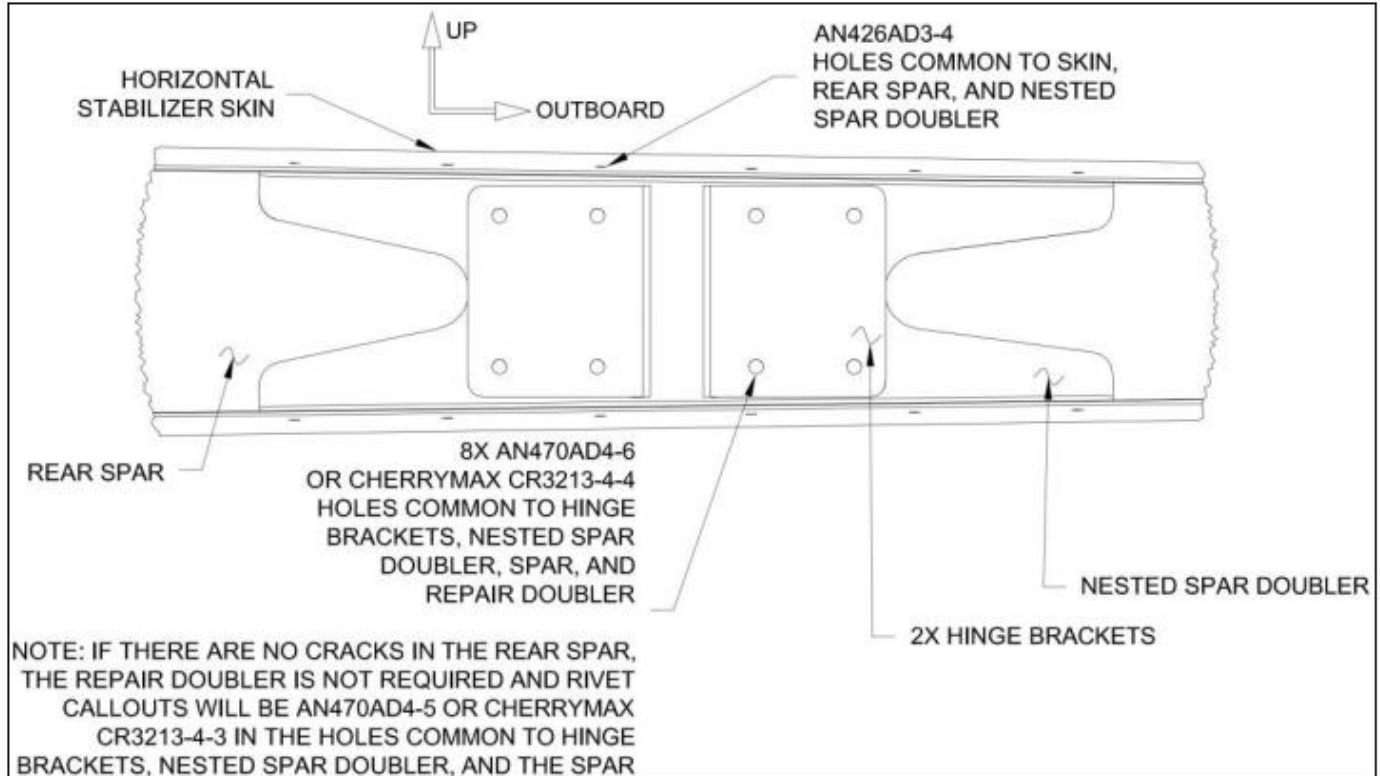

Figura 5 - Indicações de Rebites e Vista posterior da Longarina Traseira
Passo 20 (RV-4): Deslize a HS-00416 Nested Spar Doubler Blank na longarina para produzir um encaixe apertado e fornecer material suficiente para atender às diretrizes das Figuras 10 e 12. Consulte a Figura 5 para ver um exemplo de instalação final.
Passo 21 (RV-4): Faça uma furação correspondente nos orifícios comuns à cobertura e longarina traseira no encaixe do reforço da longarina. O reforço deve capturar pelo menos seis rebites da cobertura e da longarina traseira em cada aba do reforço. Consulte a Figura 5 para ver um exemplo de instalação.
Passo 31 (RV-6): Prenda o HS-00716B Nested Spar Doubler na posição apropriada, centralizado no padrão de furos dos suportes da dobradiça. Consulte a Figura 5 para um exemplo de instalação.
Passo 32 (RV-6): Faça a furação correspondente em comum entre a cobertura e a longarina da cauda no reforço da longarina encaixada. O reforço deve capturar pelo menos seis rebites da cobertura e da longarina em cada aba do reforço. Veja a Figura 5 para um exemplo de instalação.
Passo 43 (RV-6PP/7/8): Prender com Cleco os suportes de dobradiça externos do elevador do tipo "HS-00717A Outboard Elevator Hinge Brackets" à longarina traseira e furar os orifícios comuns à longarina traseira, chapa de reforço do tipo "HS-00716A Nested Spar Doubler" e chapa de reforço do tipo "HS-00718A Repair Doubler" (se necessário). Consulte a Figura 5.
Passo 49: Prenda os suportes de dobradiça à longarina traseira e ao encaixe do reforço de longarina com cecos. Consulte a Figura 5 e 6 para referência.
Passo 52: Rebite os furos comuns às coberturas, longarina traseira e o encaixe do reforço de longarina. Consulte a Figura 5 para identificação dos rebites.